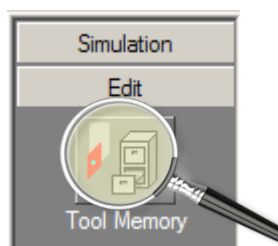

Figura 1.25 Accesarea configuratorului pentru magia de scule
1. Din meniul *Edit* din dreapta ferestrei principale selectați iconița *Tool Memory* (vezi figura 1.25):